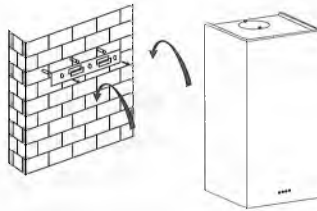

Рис. 4
5. Повісити витяжку на встановлювальну планку. Див. Рис. 4.